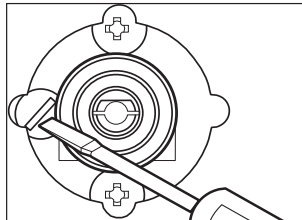

Figure 15
B) Brûleur du four (fig. 15)
4. Retirer la poignée du thermostat. Insérer un tournevis dans la vis appropriée (Fig. 15): tourner à l'inverse des aiguilles d'une montre pour augmenter le minimum et dans le sens des aiguilles pour le diminuer. La flamme doit demeurer stable et homogène.